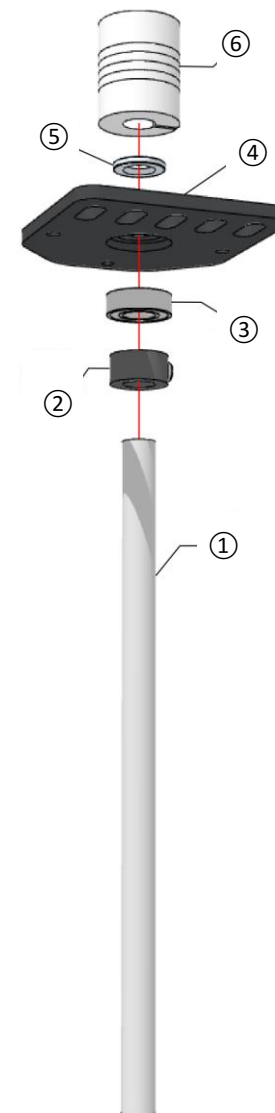

Fig. 15
Se recomienda utilizar grasa de baleros en ambos lados de la cuña de precisión ⑤ que se muestra en la Fig. 15. El collar para el tornillo Acme ② debe ser presionado contra el Balero 688Z 8*16*5mm ③ por lo que el tornillo trapezoidal Acme ① tendrá menos juego. Usando un poco de grasa para baleros en el tornillo Acme proporcionará un funcionamiento más suave con menos desgaste.
It's recommended to use ball-bearing grease on both sides of the 8mm shim ⑤ shown in Fig. 15. The lock collar ② should be pushed against the Ball Bearing 688Z 8*16*5mm ③ so the Acme lead ① screw will have less play. Using a little ball-bearing grease on the Acme screw will provide a smoother operation and less wear.
- ① 1 Pz. Tornillo Trapezoidal 8mm Acme
- ② 1 Pz. Collar para Tornillo Acme o Mango Liso - 8.00mm
- ③ 1 Pz. Balero 688Z 8*16*5mm
- ④ 1 Pz. Placa para Tornillo Trapezoidal Acme - NEMA17
- ⑤ 1 Pz. Cuña de Precisión - M8 12.73*8*1.57mm
- ⑥ 1 Pz. Acoplamiento Flexible Acme - 8mm*5mm
- ① 1 Pc. 8mm Metric Acme Lead Screw
- ② 1 Pc. Lock Collar - 8mm
- ③ 1 Pc. Ball Bearing 688Z 8*16*5mm
- ④ 1 Pc. Threaded Rod Plate for Nema 17 Stepper Motor